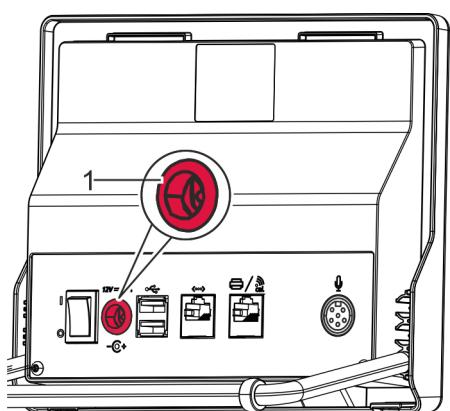

Fig. 40: Retirar el cable de la fuente de alimentación
3. → Sacar el cable de la fuente de alimentación de la toma de corriente (Fig. 40/1).